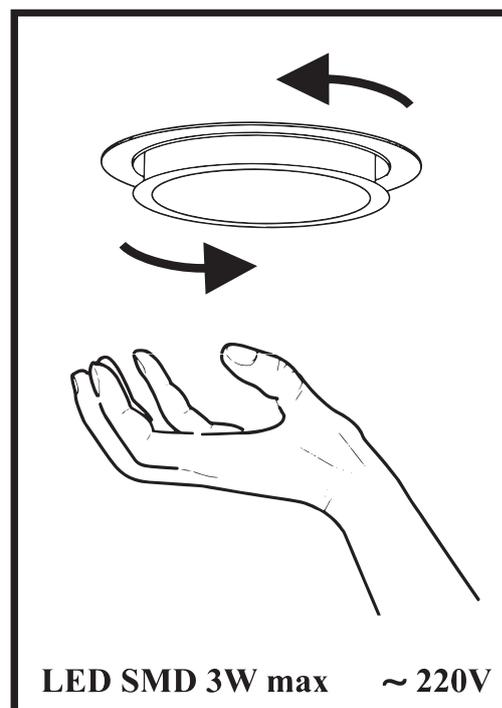

Рис.7
8.9 На витяжці встановленні **LED SMD** лампи підсвітки робочої зони плити. Перед початком заміни ламп освітлення необхідно відключити витяжку від електромережі, дати можливість охолонути лампам. Для заміни лампи необхідно зняти фільтри, віджати тримач патрона на себе, щоб лампа вийшла з корпусу витяжки, утримуючи тримач патрона, злегка надавити на лампу в напрямку патрона і, повернувши її проти годинникової стрілки, вийняти (**рис.7**). Замість неї необхідно встановити нову з тими ж характеристиками і встановити фільтри.